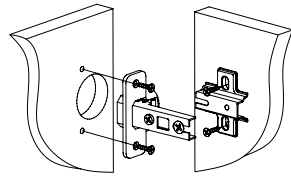

Рис.3
2. Установите петли на двери 10, а ответные планки петель на боковины 3, 4 (Рис. 3).